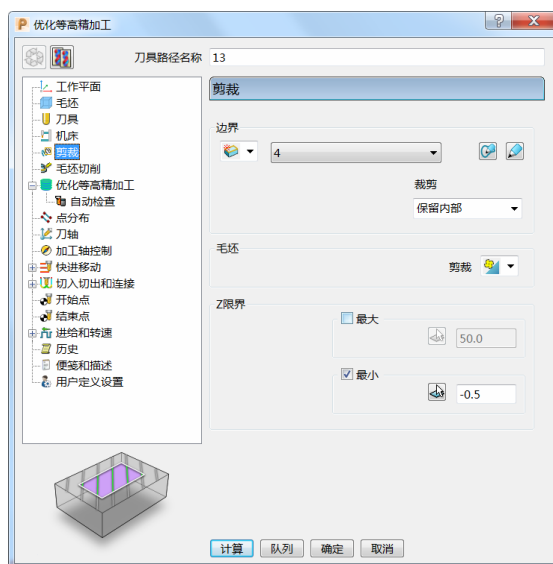

图 4-77
- 4) 剪裁：选择边界“4”，裁剪“保留内部”，设定 Z 限界最小值为“-0.5”。（图 4-77）